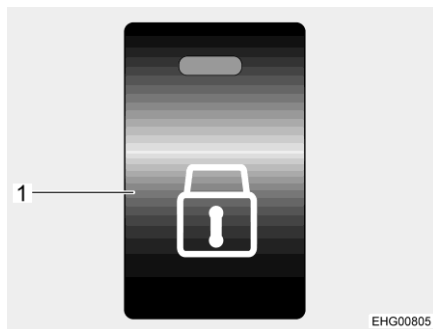

Bild 54 Omkopplare centrallås
- Låsa upp:** ■ Tryck ner knapp (Bild 54,1). Dörrlåsen är upplåsta.
- Låsa:** ■ Tryck ner knapp (Bild 54,1). Dörrlåsen är låsta. Kontrollampan på knappen lyser.